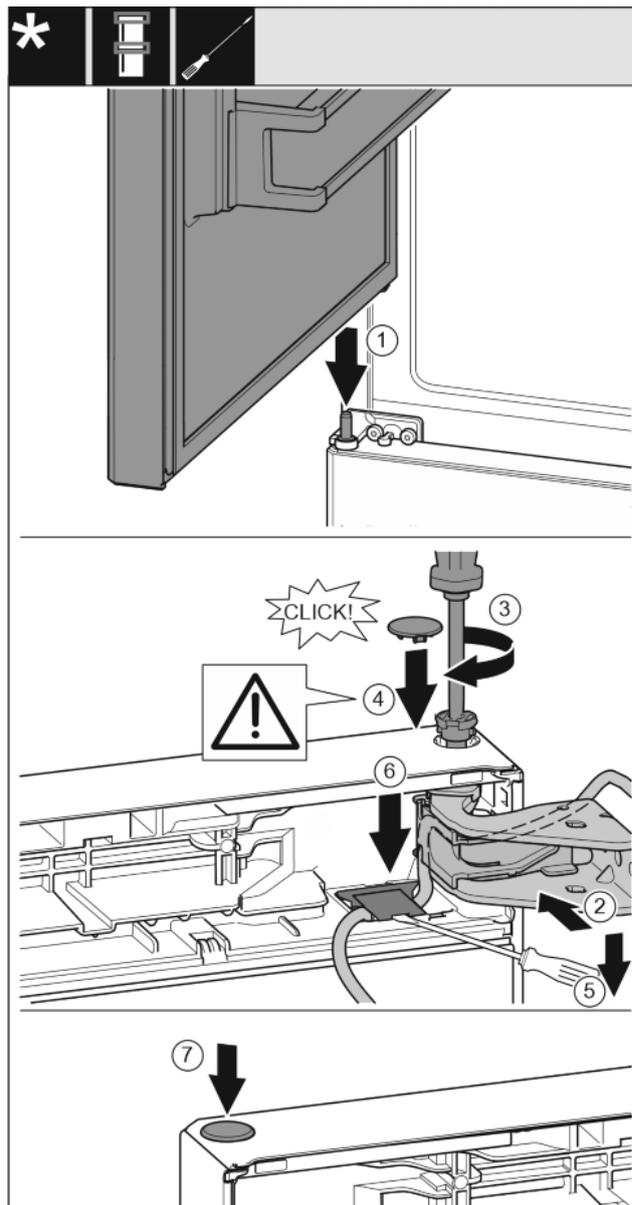

Fig. 33
- ▶ Mettre la porte supérieure sur l'axe de palier du milieu Fig. 33 (1)
- ▶ Orienter la porte en haut pour l'ouverture dans le support de palier. Fig. 33 (2)
- ▶ Poser le boulon et le visser avec un tournevis T15. Fig. 33 (3)
- ▶ Monter le cache de sécurité pour sécuriser la porte : Mettre en place le cache de sécurité et vérifier qu'il repose sur la porte. Sinon, enfoncer à fond le boulon. Fig. 33 (4)
- ▶ Soulever et retirer le cache à l'aide du tournevis plat. Puis insérer le câble en-dessous. Fig. 33 (5)
- ▶ Remettre le cache et appuyer vers le bas jusqu'à ce qu'il s'enclenche. Fig. 33 (6)
- ▶ Mettre le bouchon en place. Fig. 33 (7)